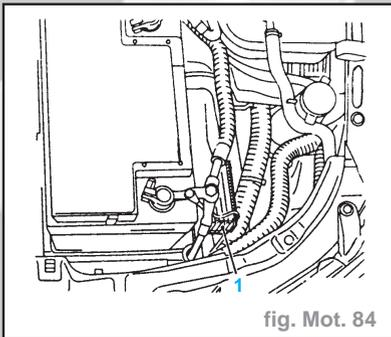

fig. Mot. 84
- Retirer l'appareil de commande du dispositif de préchauffage (1) de son support (fig. Mot. 84).